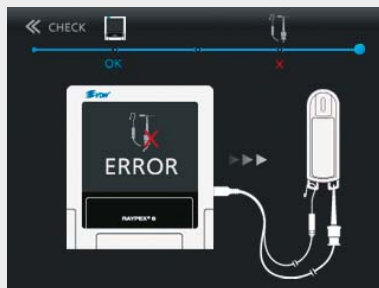

Рис. 35. Принадлежности не в порядке
- Автоматически запускается контроль кабелей, и в качестве результата на дисплее появляется или OK (рис. 34), или ERROR (рис. 35).